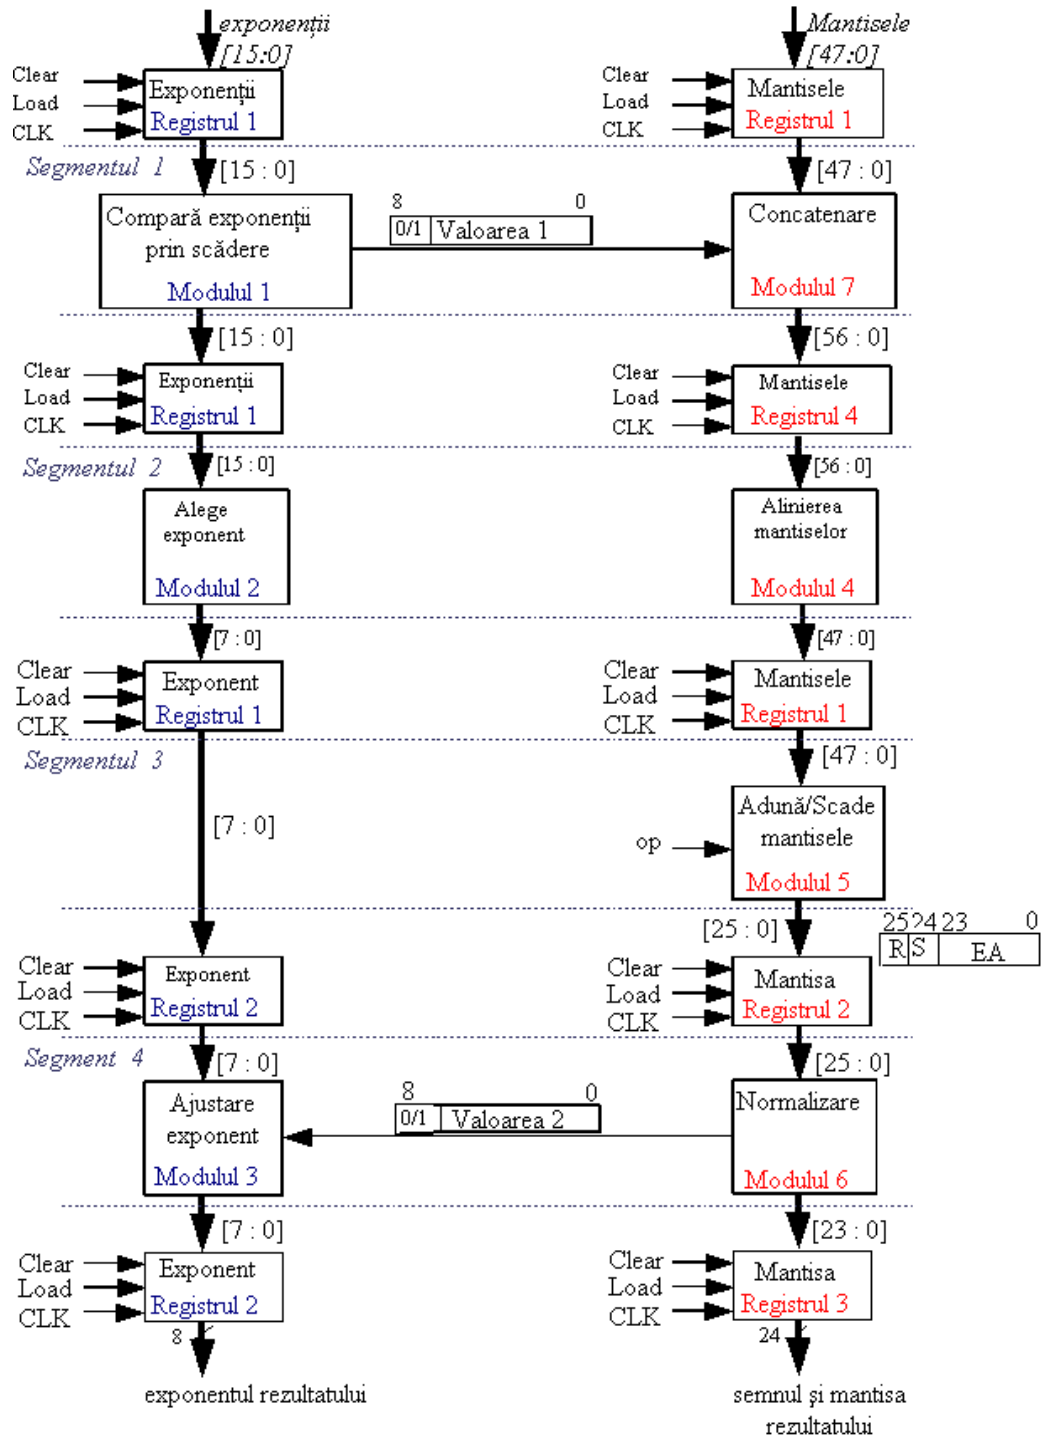

Figura 3: Adunarea și scăderea a două numere reprezentate în virgulă mobilă.
Algoritmul de adunare/scădere a două numere în virgulă mobilă utilizând tehnica bandă de asamblare poate fi observat în figura 3.
1. Se va proiecta în Verilog sau VHDL utilizând Xilinx WebPACK ISE 10.1 algoritmul de adunare/scădere a două numere reprezentate în virgulă mobilă, prezentat în figura 3.